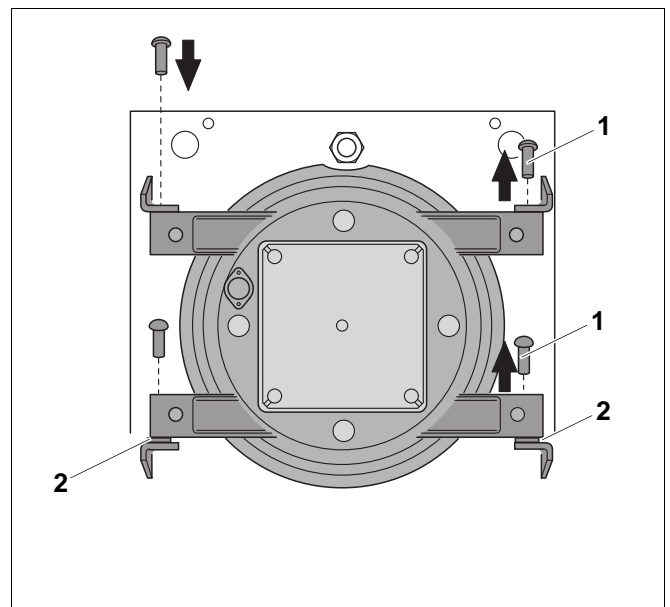

Рис. 4 Изменение стороны навески дверцы
- Выдавите шарнирные оси снизу вверх из шарниров (рис. 4, **поз. 1**).
- Вставьте с другой стороны шайбы (рис. 4, **поз. 2**) и обе шарнирные оси. Обязательно установите шайбы!